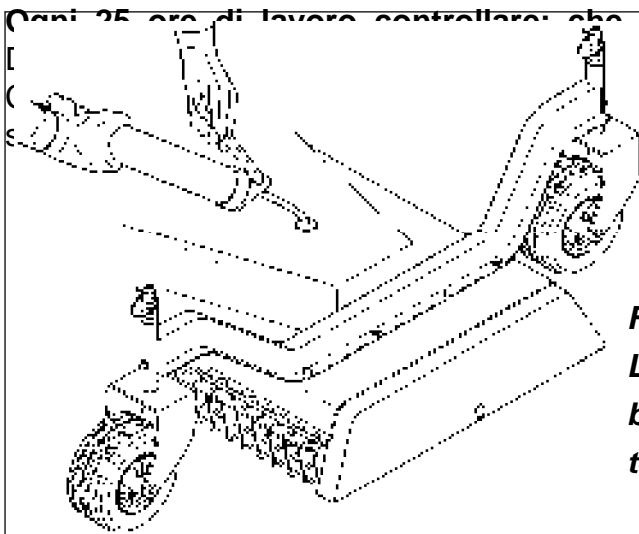

Fig. 16
1. ingrassare con grasso multigrado i tre alberi portacoltelli di ciascuna unità (**vedi fig. 16**). Essi sono ben accessibili nella parte superiore del telaio una volta rimosse le protezioni rotonde di plastica nera che proteggono gli ingrassatori assiali.